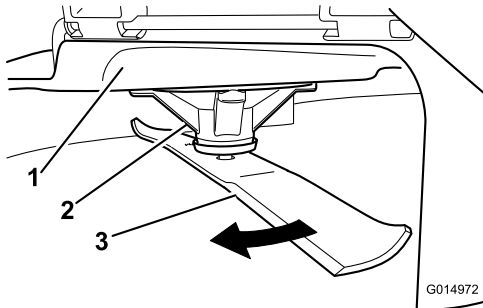

図 60
2. 厚手の丈夫な手袋をはめるなどして確実に保護した手で、ブレードをゆっくり回転させ、適当な位置で、刃先から床面までの距離を測定する図 60。